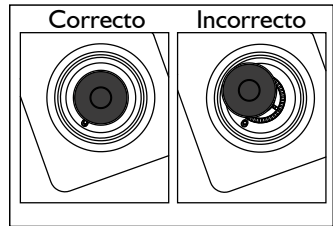

Figura 31
- La ubicación incorrecta de la tapa sobre la fuente de calor puede ocasionar mala combustión y deterioro de la fuente de calor. Los daños son ocasionados a la fuente de calor por la inadecuada manipulación (Ver figura 31).